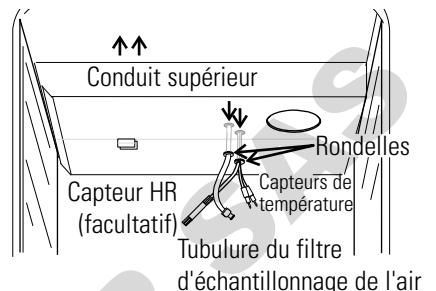

Figure 6-3. Trous de passage
13. Installez le conduit supérieur en plaçant les capteurs de température, la tubulure d'échantillonnage de l'air (et le capteur de HR, le cas échéant) dans les trous appropriés du conduit à mesure que vous le soulevez vers le haut de la cuve. Veillez à ne pas faire tomber les rondelles de caoutchouc à travers le conduit. Voir la Figure 6-3.